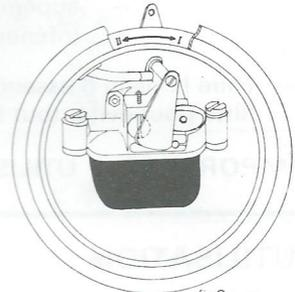

fig2
- Si, à la suite de cette opération, le moteur a des ratés, amener le levier en position intermédiaire (fig. 2) le moins longtemps possible jusqu'à ce que le moteur est un fonctionnement régulier.
#### — Moteur chaud (fig. 2).